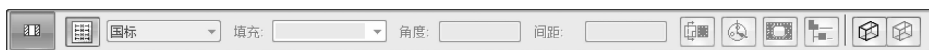

图 9-175 “剖视图”命令条
(4) 创建全剖视图。选择【主页】选项卡【图纸视图】区域中的  剖视图 命令，系统弹出【剖视图】命令条，如图 9-175 所示。